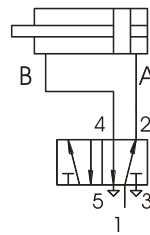

Bild 5
Pneumatik Anschluss, Bild 5, 6
1. Gewindestopfen M5 (1) am Zylinder (2) entfernen und am Parallelanschluss wieder montieren.
3. Pneumatikschläuche gemäss Schema anschliessen; Bild 5